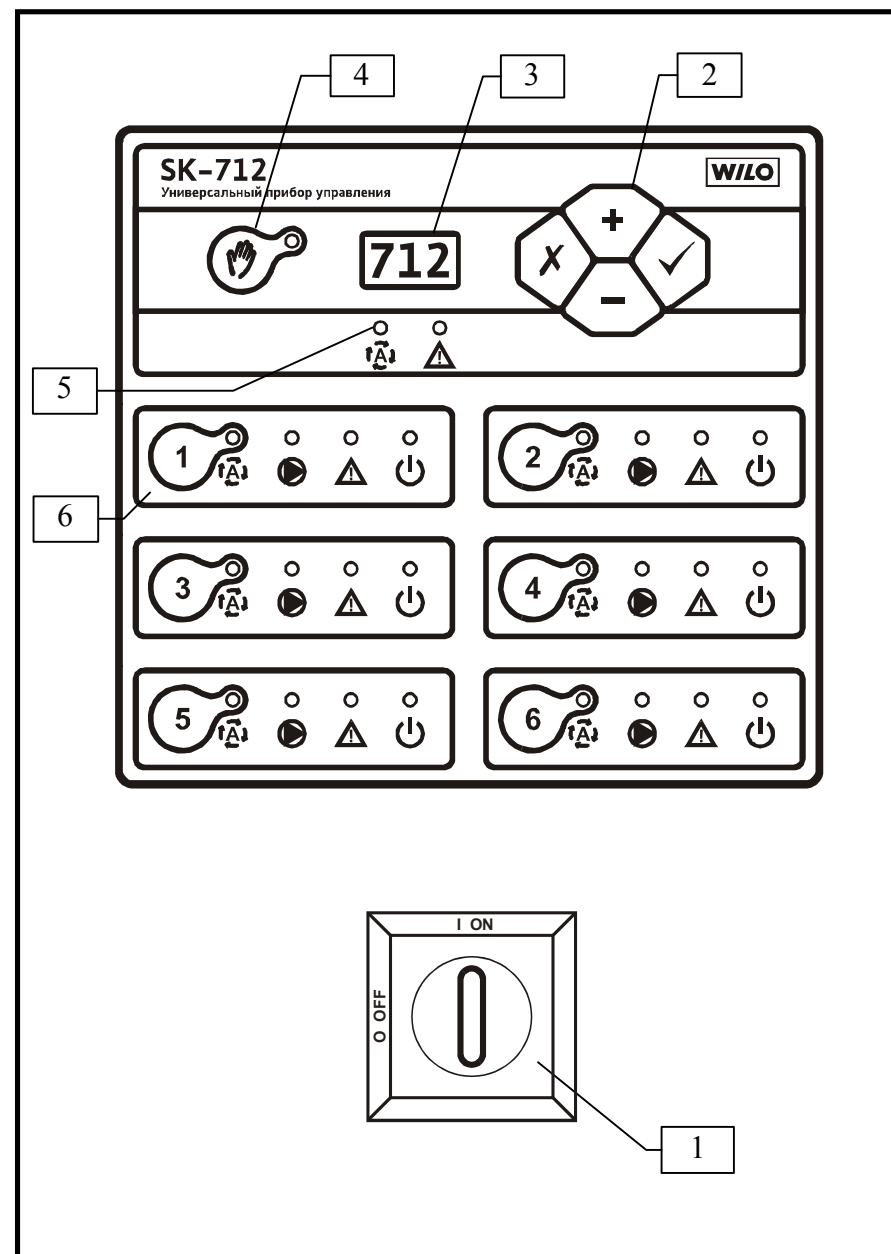

Рис. 1 Внешний вид прибора
5.1 Внешний вид прибора (рис. 1)
Переключение системы в ручной режим осуществляется при помощи клавиши ручного режима (рис.1, поз.4), при этом мигает соответствующий светодиод.